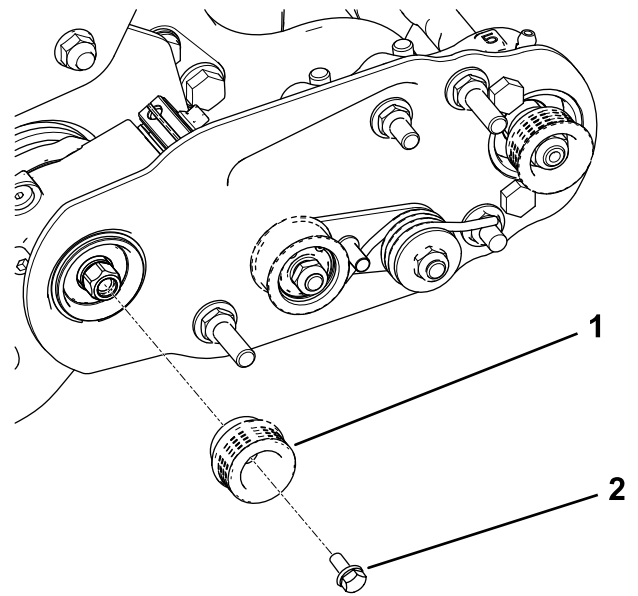

图 15
2. 把驱动皮带轮安装到疏草刀轴上 图 15。
3. 为凸缘头螺栓涂抹蓝色防松螺纹油并使用该螺栓将皮带轮固定到驱动轴上请参阅 图 15。